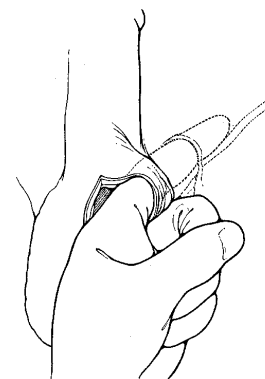

Figura 4-15a. Creazione del difetto
1. Creare un difetto nella fascia trasversale attraverso l'anello inguinale esterno (**Figura 4-15a**). Il difetto fornisce l'accesso allo spazio prevescicale. Si può trovare più facile accesso all'anello inguinale e allo spazio prevescicale con l'ausilio del piccolo divaricatore Deaver fornito nel Kit divaricatori SKW. Il divaricatore va posizionato nell'anello inguinale e poi tirato verso la testa, in modo da scoprire l'anello inguinale. Una volta creata la tasca nello spazio prevescicale, inserire con il dito il serbatoio nella sede.